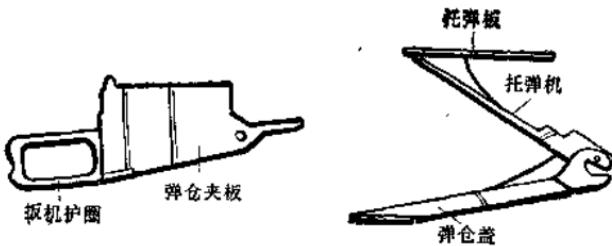

图 1-6 弹仓的构造
(4) 弹仓 (图 1-6) 是装子弹用的。它由里面的托弹机、托弹板、弹仓盖和下面的扳机护圈等所组成。托弹机能使弹